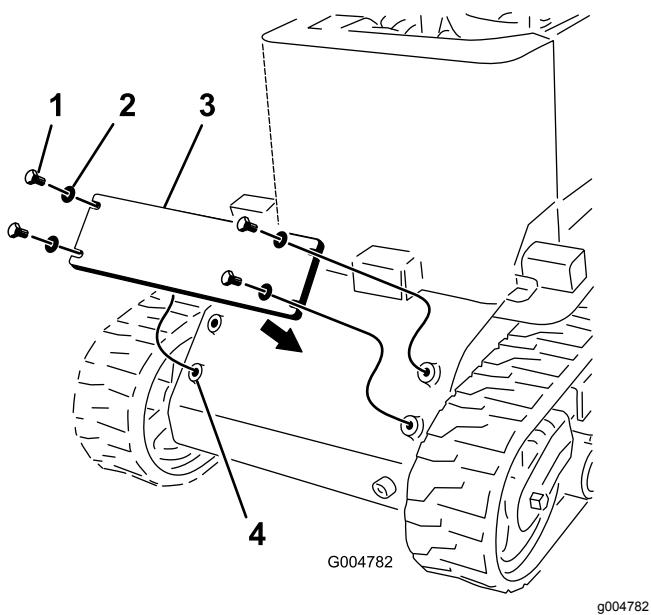

Figure 6
- Appliquez du frein-filet sur les 4 boulons ($\frac{1}{2}$ " x $1\frac{1}{4}$ "), puis utilisez les boulons assortis de 4 rondelles pour fixer le contrepoids à l'avant de la machine (Figure 6).